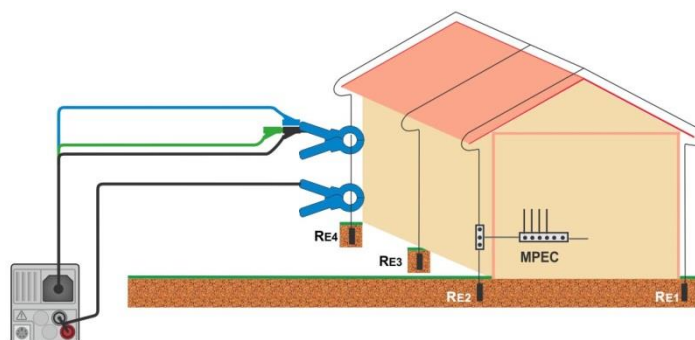

figura 7.44: Misura della resistenza senza contatto di terra
- › Connettere le pinze all'oggetto in prova, vedere **figura 7.44**.